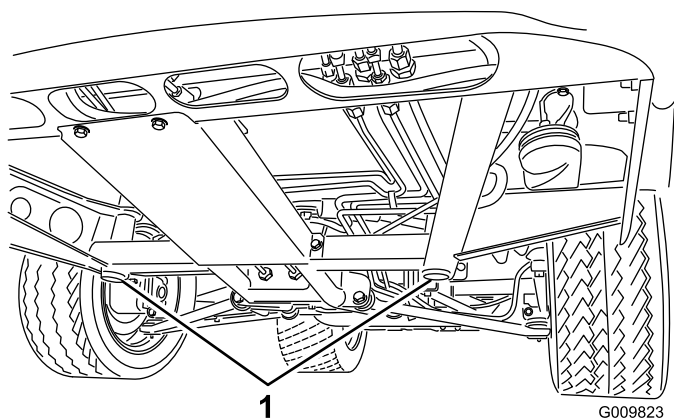
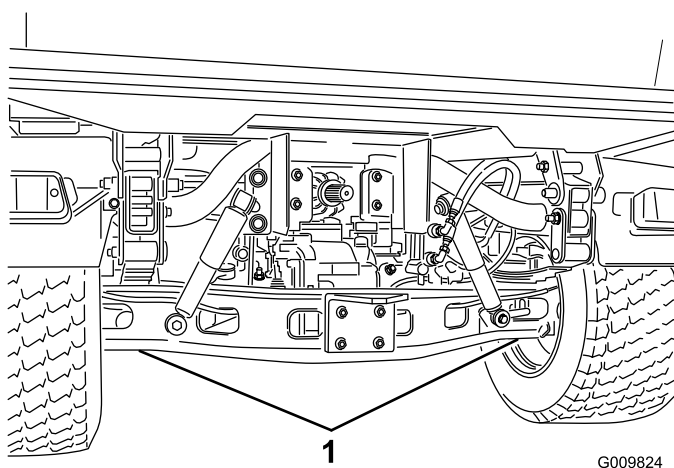

Figura 38
Figura 39
- El punto de apoyo delantero del gato se encuentra en el travesaño central delantero del bastidor (Figura 38), y en la parte trasera está debajo del tubo del eje (Figura 39).